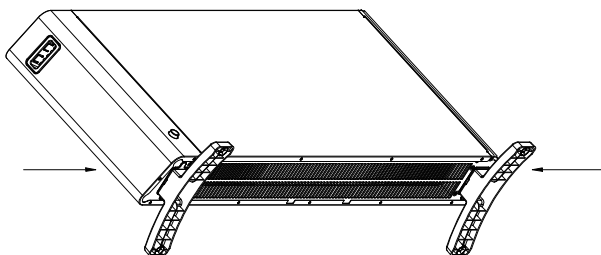

Fig.3
3. Kiinnitä kaksi jalustaa ja työnnä niitä keskelle, kunnes ne ovat kokonaan paikoillaan. (Fig. 3)